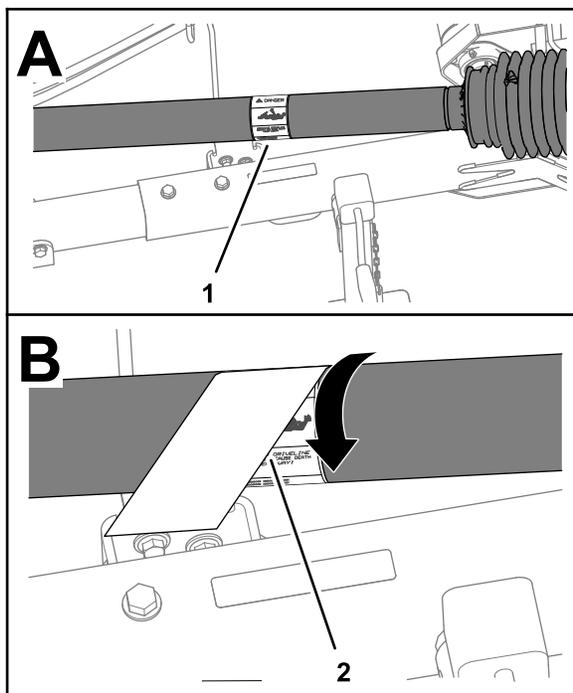

図 2
1. PTO シャフトガードを回して既存の巻き込まれ警告デカルにアクセスする 図 2。
4. 既存の巻き込まれ警告デカルの上からCE 用巻き込まれ警告デカルを貼りつける 図 2。